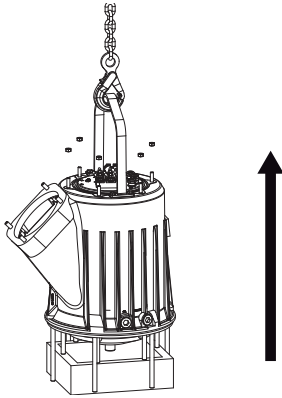

Imagen 14: Retirar la camisa de refrigeración (J 205)
**J 205:** Eleve la bomba por el asa en posición vertical con un elemento de elevación y fíjela. Ponga la bomba en vertical sobre los tornillos prisioneros exteriores más largos. Coloque una pieza de separación bajo los tornillos prisioneros del difusor (preferiblemente un marco de madera con el diámetro de los tornillos del difusor). Afloje los tornillos que sujetan la camisa de refrigeración y saque la camisa del alojamiento del motor. (Imagen 14)